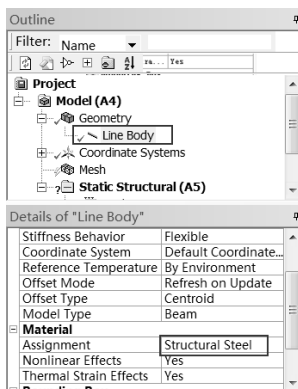

图 5-69 添加材料
Step2 :选择 Mechanical 界面左侧 Outline(分析树)中 Geometry 选项下的 Line Body , 此时即可在 Details of “Line Body” (参数列表) 中给模型添加材料, 如图 5-69 所示。